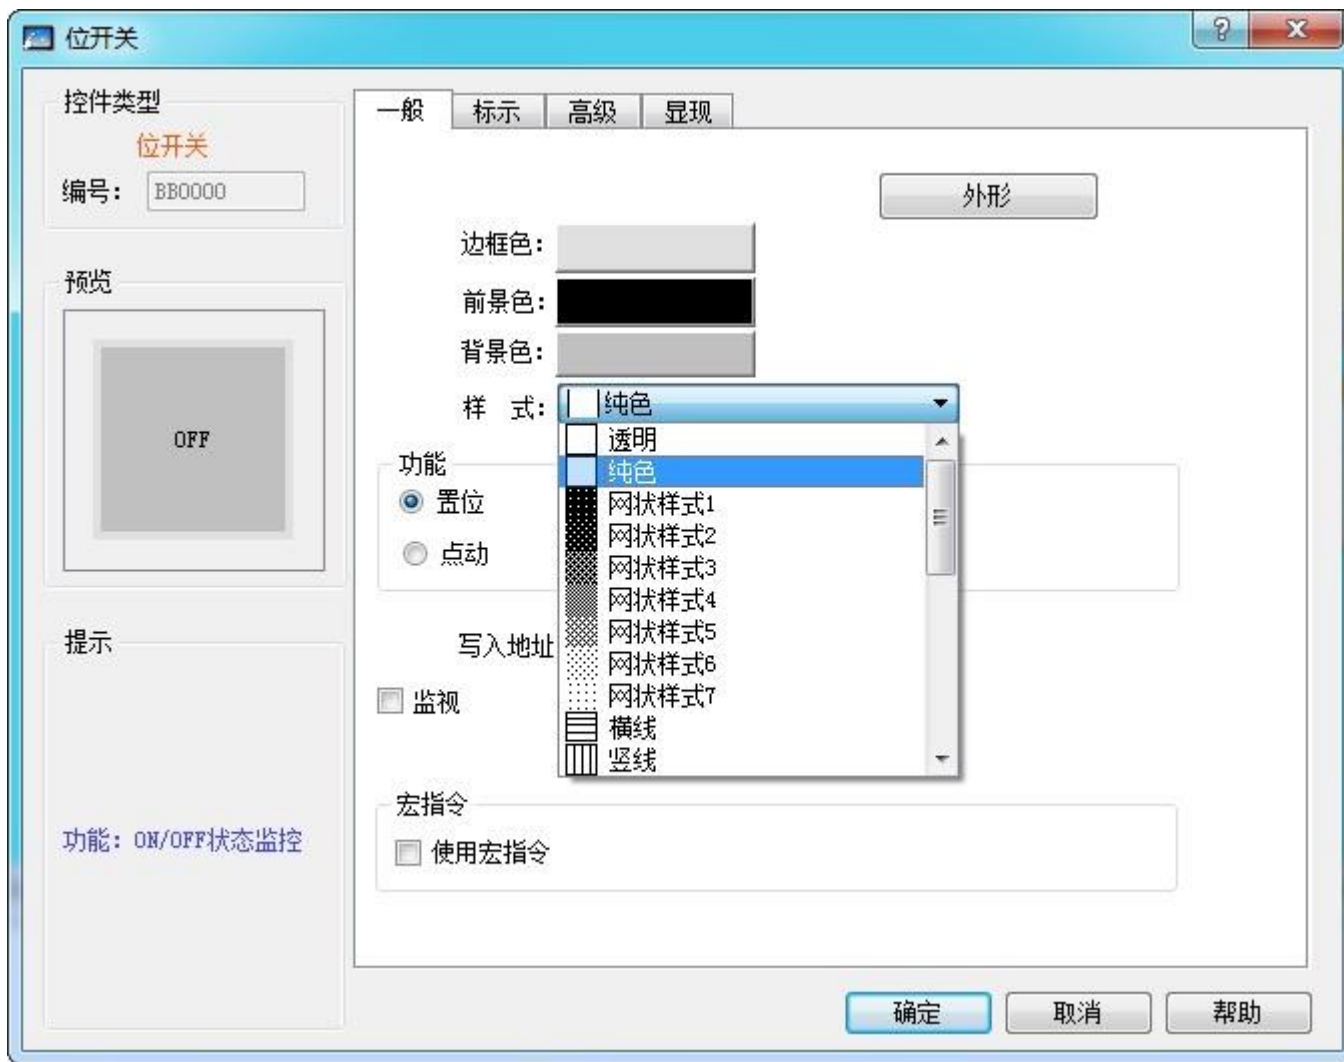

图 4-70 改变外形和样式值
- ◆ 样式：单击该下拉框，共有 21 种样式供你选择，根据需要选择不同的样式可美化控件。例如图 4-70 所示：